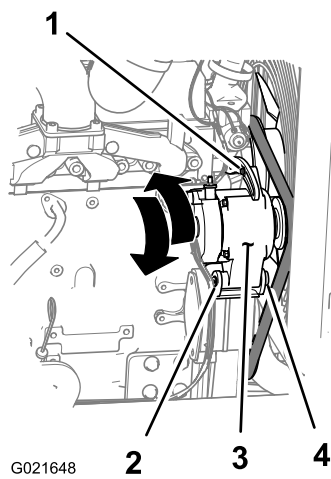

Bild 86
1. Lösen Sie die Mutter und die Schraube am Drehpunkt für die Lichtmaschine (Bild 86).
2. Lösen Sie die Einstellschraube an der Lichtmaschine (Bild 86).
3. Bewegen Sie die Lichtmaschine vom Motor weg, um die Riemenspannung zu erhöhen; bewegen Sie die Lichtmaschine zum Motor, um die Riemenspannung zu verringern (Bild 86).
4. Ziehen Sie die Einstellschraube für die Lichtmaschine an (Bild 86).
6. Wenn die Riemenspannung richtig ist, ziehen Sie die Mutter und Schraube am Drehpunkt für die Lichtmaschine an (Bild 86); wiederholen Sie sonst die Schritte 2 bis 5.
2. Lösen Sie die Mutter und die Schraube am Drehpunkt für die Lichtmaschine (Bild 86).
3. Lösen Sie die Einstellschraube an der Lichtmaschine (Bild 86).
4. Bewegen Sie die Lichtmaschine zum Motor, um den Riemen so zu lösen, dass Sie ihn von der Riemenscheibe der Lichtmaschine abnehmen können (Bild 86).